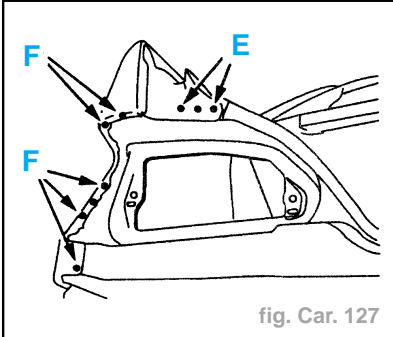

fig. Car. 127
- Souder par points électriques (suivant E) (avec l'équipement AB1) (fig. Car. 127).